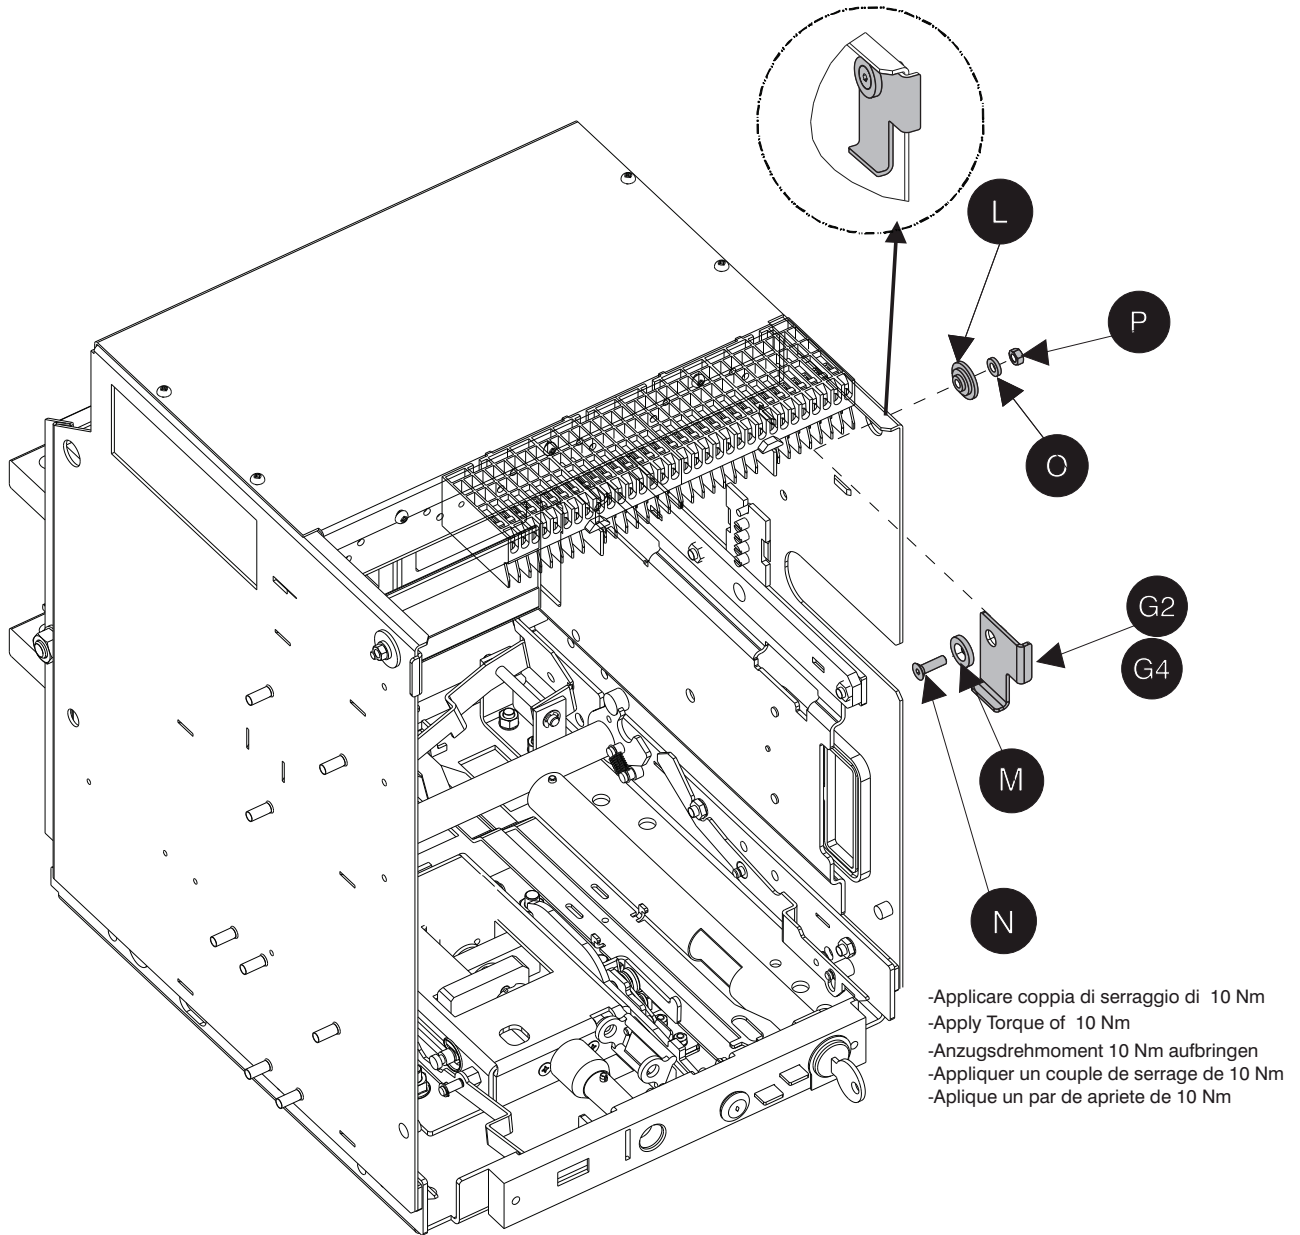

Fig.27
- Assemble the parts shown in figure 27 from M-PACT.
- Montieren Sie die in Abbildung 27 gezeigten Teile aus der M-PACT/M-PACT plus FR1-Kassette
- Assemble the pieces illustrated in figure 27 from the cassette M-PACT/M-PACT plus FR1